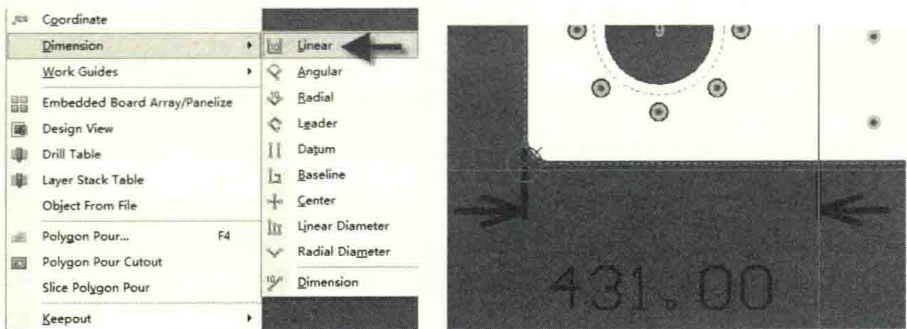

图 10-15 放置线性标注
(1) 尺寸标注一般放置在机械层，选择一个相对干净的机械层（没有其他标注的或者标注比较清晰的），执行菜单命令“Place-Dimension-Linear”，单击边线，开始放置线性标注，在放置状态下按空格键，可以选择是横向放置标注还是竖向放置标注，在另外一边的边线再次单击可以完成标注的放置，如图 10-15 所示。